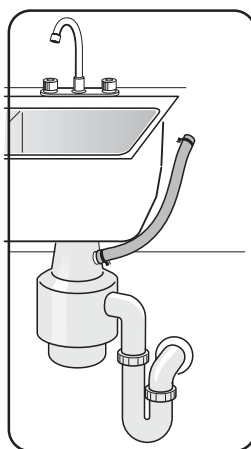

Figure 24
- 2 Directement sur la connexion de vidange d'un broyeur, **figure 24**.